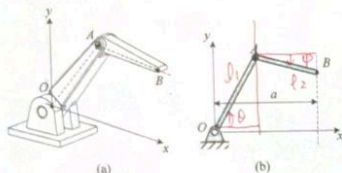

图 5
7、(本题 6 分) 如图 5(a) 所示的机器人机械臂, 下臂 OA 长 l_1 , 上臂 AB 长 l_2 。 (2.5)
(1) 若末端执行器点 B 能在平面 Oxy 中自由运动, 则该机械臂具有 2 个自由度, 其广义坐标可选择 θ, φ 。 (2.5) (请在图 5(b) 中标出广义坐标)。
(2) 若要求末端执行器点 B 只能垂直运动, 即其坐标 $x_B = a$, 那么则该机械臂具有 1 个自由度。在问题(1)中所选择的坐标之间存在的约束方程是 $l_1 \cos \theta + l_2 \cos \varphi = a$ 。 (1.5)